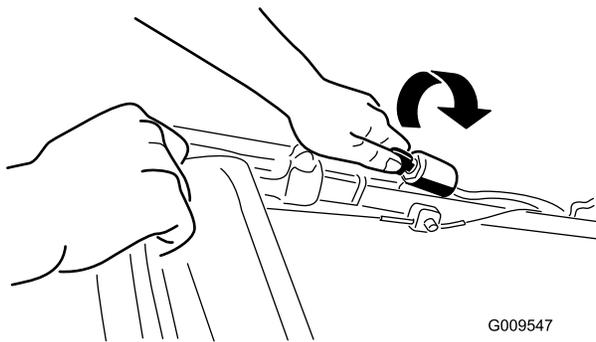
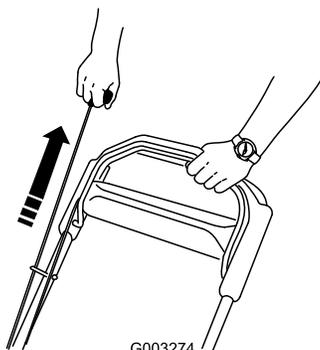

Bild 14
Bild 15
2. Drehen Sie den Zündschlüssel (Bild 14) oder ziehen Sie am Rücklaufstartergriff (Bild 15).
Hinweis: Ziehen Sie leicht am Rücklaufstarterbügel, bis Sie einen Widerstand spüren. Ziehen Sie ihn dann kräftig durch (Bild 15). Lassen Sie das Seil langsam zum Bügel zurücklaufen.